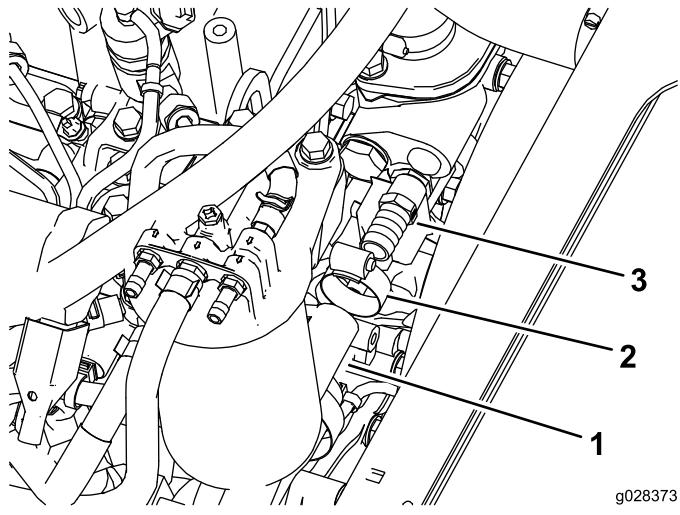

図 21
3. サーモスタットハウジングにホースアダプタフィッティングを取り付ける 図 21。
4. 圧力側ホースのもう一端をエンジンのサーモスタットハウジングのアダプタフィッティングに接続する 図 21。
6. 図 21 のように、ホースをエアクリーダの下に通す。